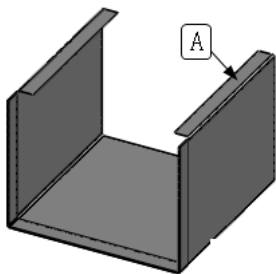

图 10-156 选择绘图基准面
7) 选择绘图基准面。单击钣金件的面 A, 单击“标准视图”工具栏中的 (正视于) 按钮, 将该基准面作为绘制图形的基准面, 如图 10-156 所示。